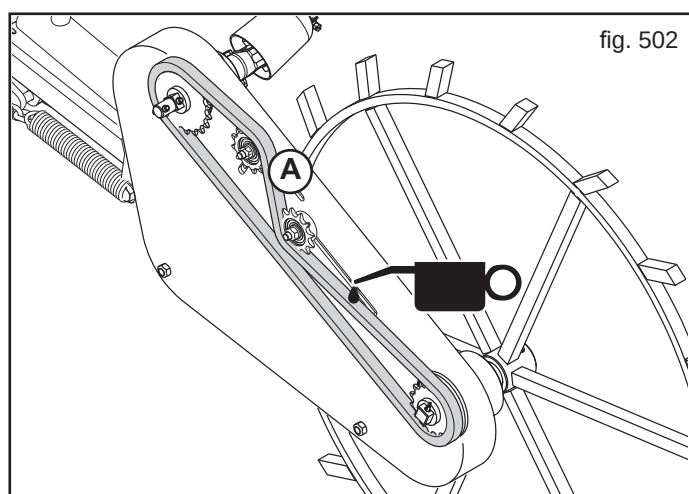
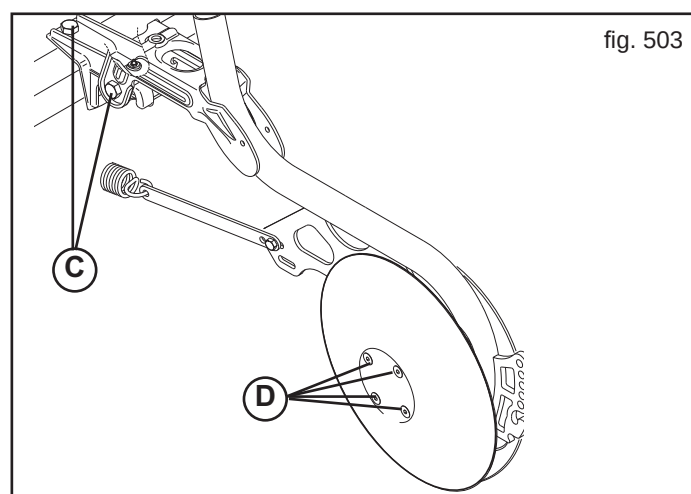
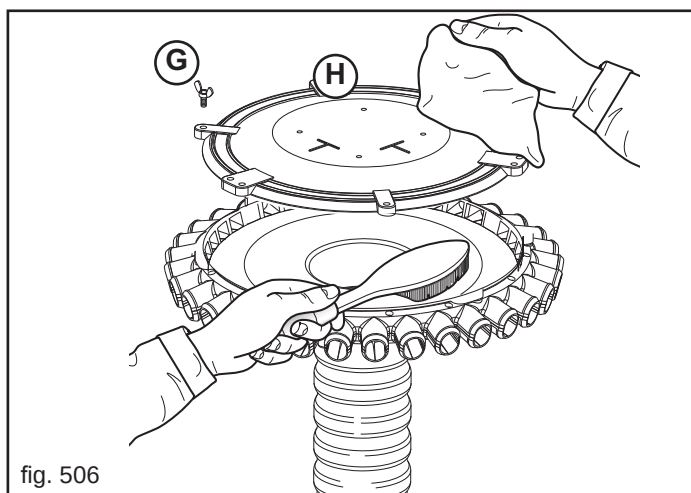

fig. 502
fig. 503
fig. 506
A MACCHINA NUOVA	- Lubrificare con olio minerale (SAE 80W/90) tutte le catene di trasmissione (Fig. 502). - Ingrassare tutti i punti contrassegnati dalla decalcomania n° 14 ("GRASE") a pag. 9 di questo manuale. - Dopo le prime ore di funzionamento, occorre verificare il serraggio di tutte le viti e bulloni. - Verificare il serraggio dei bulloni assollcatori (C-D, Fig. 503).
A INIZIO STAGIONE DI SEMINA	- Lubrificare con olio minerale (SAE 80W/90) tutte le catene di trasmissione (Fig. 502). - Ogni stagione, effettuare il cambio completo dell'olio del cambio con il tipo SAE 10W (2 Kg): tappo scarico olio, 2 Fig. 504; tappo carico olio, 3 Fig. 504. - Controllare che la trasmissione ruoti liberamente senza interferenze. - Azionare la seminatrice a vuoto, il flusso dell'aria libera le condutture dalla presenza di condensa e rimuove eventuali impurità (Fig. 505).
OGNI 20/30 ORE DI LAVORO	- Verificare il serraggio dei bulloni assollcatori (C-D, Fig. 503). - Pulire e lubrificare le catene di trasmissione (Fig. 502), ingranaggi e tendicatena. - Verificare la tensione delle catene di trasmissione (A, Fig. 502).
OGNI 50 ORE DI LAVORO	- Effettuare una completa ed accurata pulizia del corpo dosatore (vedi capitolo 3.4). - Effettuare una completa ed accurata pulizia della testa di distribuzione (Fig. 506): • Allentare e togliere i dadi ad alette (G); • Togliere il coperchio del distributore (H); • Pulire con una spazzola le parti in metallo e con un panno le parti di plastica; • Rimontare il coperchio e fissarlo con i dadi ad alette. - Controllare il corretto allineamento delle ruote dentate ed il tensionamento delle catene di trasmissione per evitare una rapida usura o la rottura degli organi di trasmissione. - Lubrificare con olio minerale (SAE 80W/90) tutte le catene di trasmissione (Fig. 502).